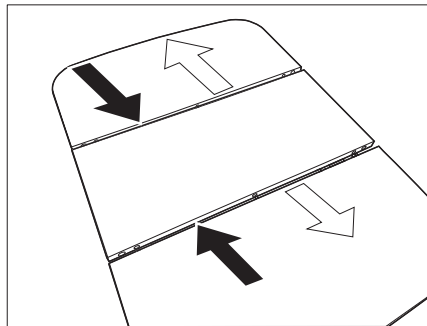

Fig. 104 Bajar la mesa
- Desplazar las piezas exteriores de la mesa hacia la pieza central (Fig. 104 - flechas negras).
- Separar las piezas exteriores de la mesa (Fig. 104 - flechas blancas).